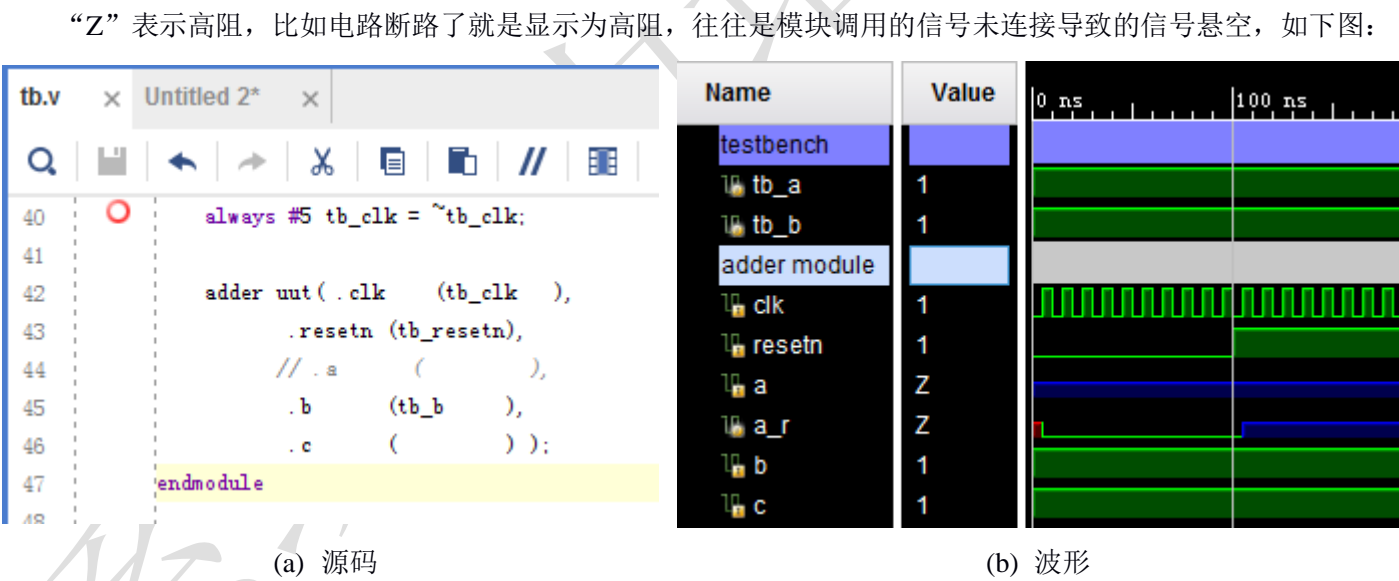

图 1-1 信号为“Z”示例
- (1) 信号值为“Z”，为模块调用是信号未连接，未连接包括两种：显式的未连接，如图 1-1(a)中的.c()；隐式的未连接，如图 1-1(a)中模块 adder 调用时，a 端口即未连接。“显式的未连接”一般是人为故意设置的，只针对 output 类接口；“隐式的未连接”则是疏忽，属于代码不规范，往往也是导致信号值为“Z”的主要原因。
- (2) adder 模块里，a 端口未连接，导致 a 为“Z”，但 c 端口也未连接，c 却是固定值。这是因而 a 端口是 input，c 端口是 output。output 类接口未连接是母模块里不使用该信号，可能是人为故意设置的。所有的 input 类接口被调用时不允许悬空。
- (3) adder 模块里 a 信号从 0 时刻开始就是“Z”，而 a_r 信号确实在 100ns 左右才变成“Z”的。这是因 a 信号为端口，被调用时就未链接，故从 0 时刻就为“Z”，但 a_r 信号是内部寄存器，从 100ns 时刻才使用 a 信号参与赋值，所以也变成了“Z”。